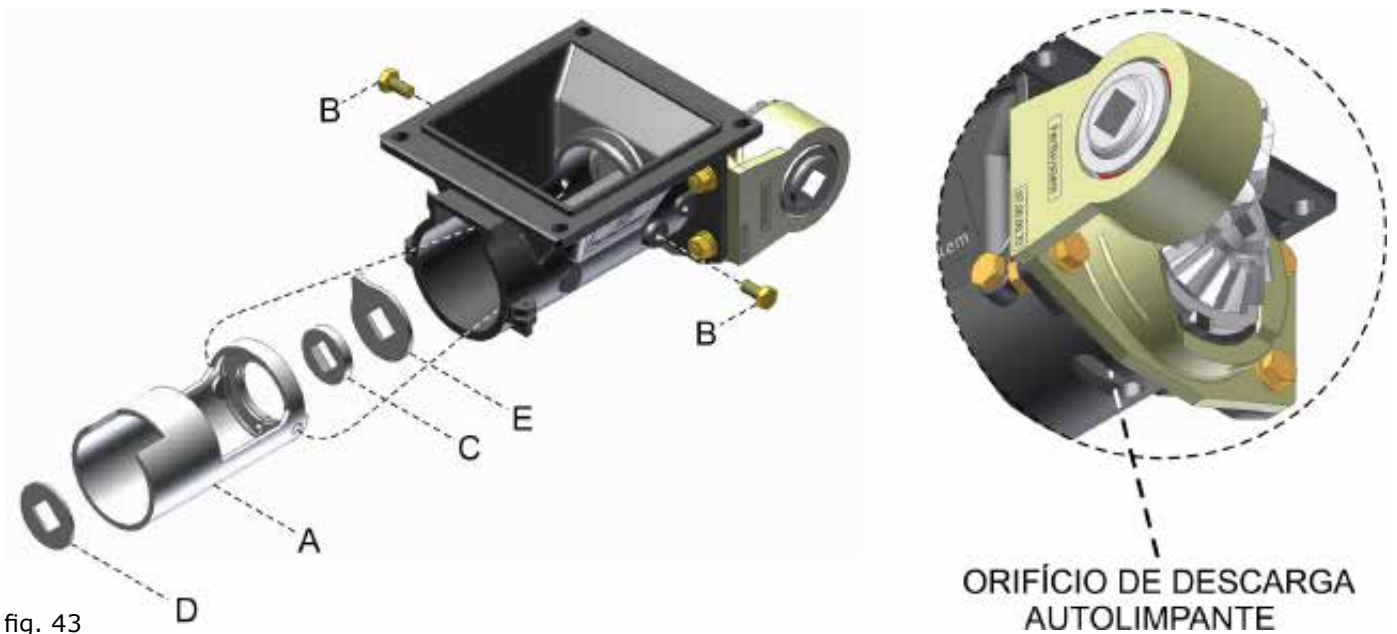

fig. 43
Ao final da safra, verifique o revestimento (A) (fig. 43). Se o mesmo apresentar desgaste excessivo, substitua-o, afrouxando e retirando os parafusos (B). Verifique se há desgaste também no feltro (C), arruela (D) e na arruela de limpeza (E). O desgaste excessivo é verificado quando ocorrer a saída de adubo em grande quantidade pelo orifício de descarga autolimpante, localizado na face inferior do corpo.